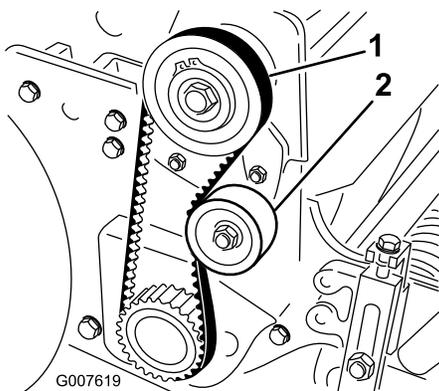

Figure 35
2. Contrôlez la tension en exerçant une force d'environ 18 à 22 N à mi-distance entre les poulies (Figure 35). La courroie doit présenter une flèche de 6 mm.
- A. Desserrez l'écrou de fixation de la poulie de tension et faites pivoter la poulie dans le sens horaire contre l'arrière de la courroie jusqu'à ce que vous obteniez la tension voulue (Figure 35).